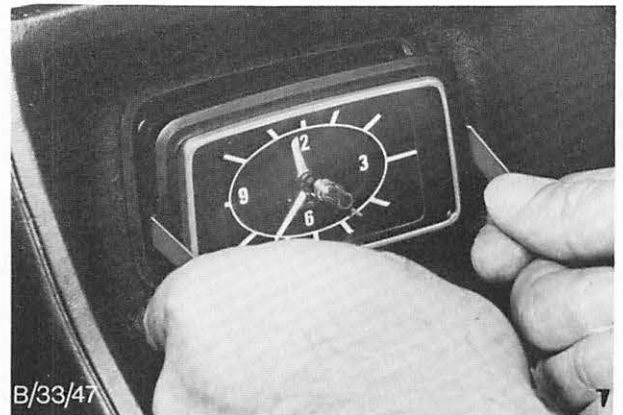

Abb. 55 Zeituhr wie gezeigt aus der Mittelkonsole herausziehen (ausführliche Beschreibung, siehe Gruppe 33).
1. Zeituhr ausbauen (Pos. 33 374), Abb. 55.